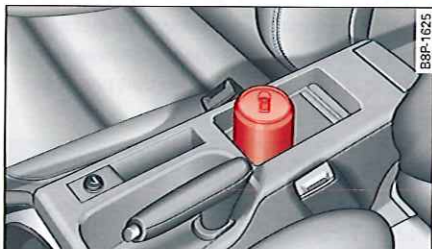

Fig. 68 Console centrale : porte-gobelets avant
- Pour ouvrir le porte-gobelets ⇒ fig. 68, repoussez le store. Vous pouvez y déposer deux boissons.